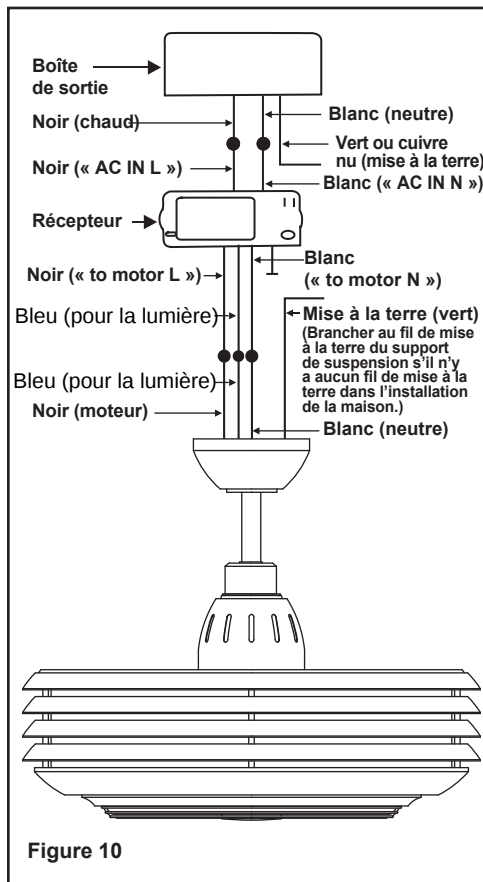

Figure 10
Étape 2. (Fig. 10) Branchements électriques du moteur au récepteur : Branchez le fil noir du ventilateur au fil noir portant l'indication « TO MOTOR L ». Branchez le fil blanc du ventilateur au fil blanc du récepteur marqué « TO MOTOR N ». Connectez le fil bleu (1^{er} ger) au fil bleu du r^ecepteur. Consolidez les branchements à l'aide des capuchons de connexion en plastique fournis.
Étape 3. (Fig. 10) Du récepteur aux branchements électriques des fils de l'alimentation de la maison : Branchez le fil noir (chaud) du plafond au fil noir du récepteur marqué « AN in L ». Branchez le fil blanc (neutre) du plafond au fil blanc du récepteur marqué « AN in N ». Consolidez les branchements à l'aide des capuchons de connexion en plastique fournis.
Étape 4. (Fig. 10) Si votre boîte de sortie est munie d'un fil de mise à la terre (vert ou cuivre nu), branchez-le aux fils de mise à la terre du ventilateur. Sinon, branchez le fil de mise à la terre du support de suspension au support de fixation. Consolidez le branchement à l'aide d'un capuchon en plastique fourni. Après avoir branché les fils, séparez-les de façon à ce que les fils vert et blanc soient d'un côté de la boîte de sortie et que les fils noir et bleu soient de l'autre côté. Poussez délicatement les fils branchés pour les loger dans la boîte de sortie.